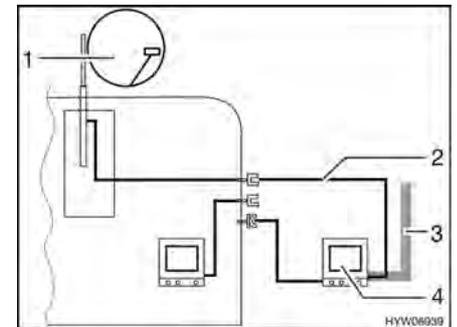

Fig. 109 TV en el área bajo el toldo
- TV en el área bajo el toldo (Fig. 109,4): Conexión a la antena del techo (Fig. 109,1) con el cable de conexión (Fig. 109,2)
- TV en el área bajo el toldo (Fig. 109,4): Conexión a antena externa (Fig. 109,3)